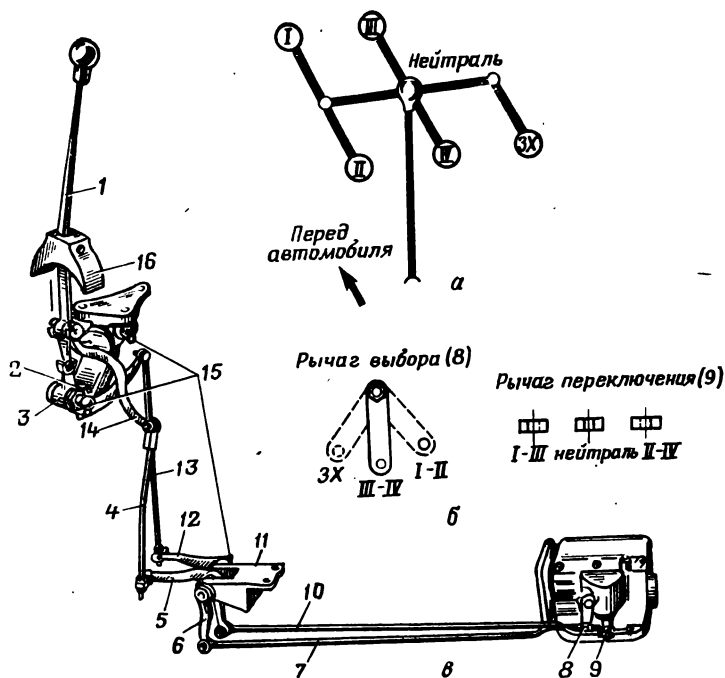

Рис. 32. Привод управления коробкой передач:
**Управление коробкой передач** — дистанционное, осуществляется рычагом 1 (рис. 32, в). Рычаг привода управления установлен на коробке воздуховода и соединен с коробкой передач тягами через промежуточные рычаги и тяги. Механизм переключения передач смонтирован в боковой крышке коробки передач и имеет два наружных рычага: вертикальный 8, служащий для выбора штока, и горизонтальный 9 — для включения передач.
Положение рычага 1 при включении различных передач показано на схеме рис. 32, а.
Перед началом регулировки рычаг 9 следует установить в нейтральное положение, а рычаг 8 — в положение III—IV (рис. 32, б) до упора в пружину предохранителя заднего хода. Все гайки, регулирующие длину тяг, ослабить или отсоединить тяги.